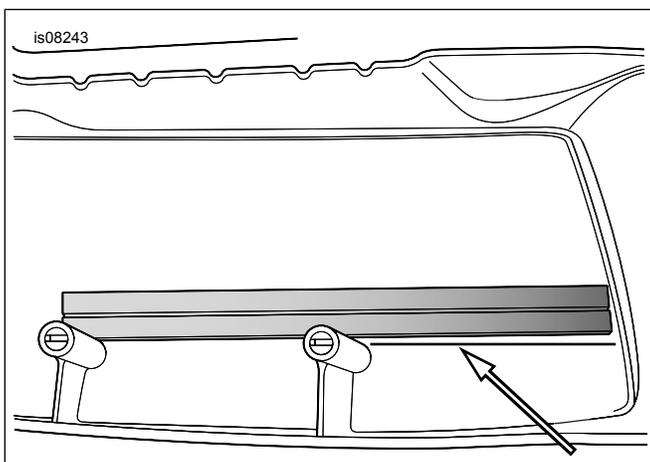
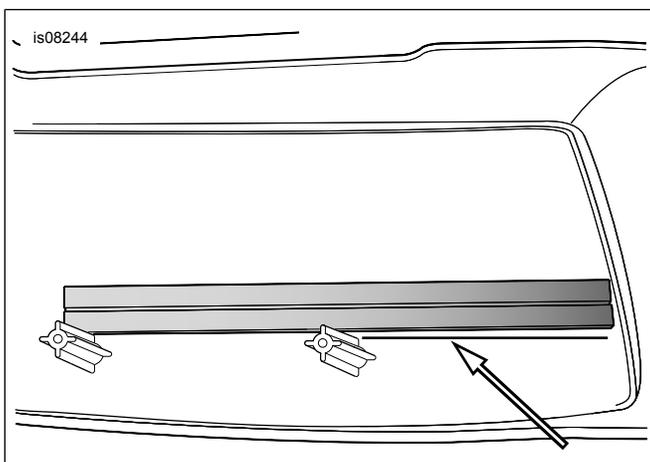

Abbildung 3. Anlegen des Lineals (Rechter Glasfaserdeckel dargestellt)
Abbildung 4. Anlegen des Lineals (Rechter schwarzer Kunststoffdeckel dargestellt)
3. Siehe Abbildung 3 und Abbildung 4 für das jeweilige Satteltaschenmaterial. Ein Lineal an einem Deckel gegen die Halteriemen-Befestigungsstifte halten und, wie dargestellt, entlang des Lineals eine Hilfslinie anzeichnen.